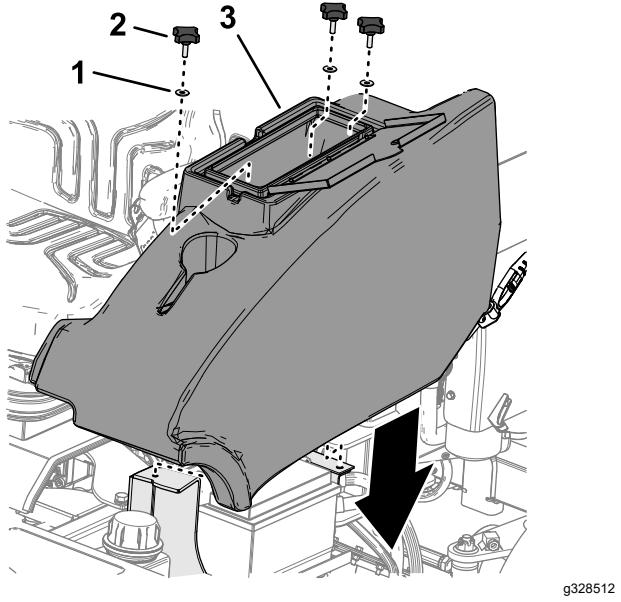

Bild 49
2. Bauen Sie das Ablagefach mit den drei Handrädern und den drei Unterlegscheiben in die Maschine ein (Bild 49).